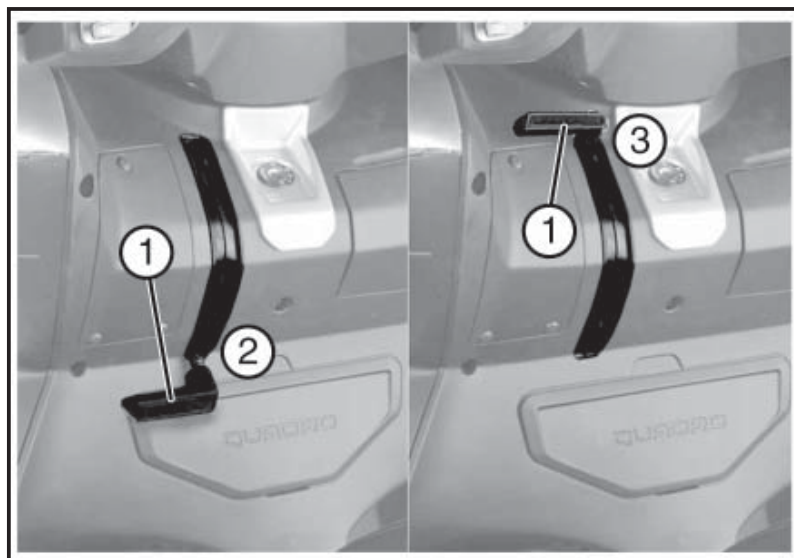

Fig. 02
4.15 LEVIER DE PARKING (Fig. 02)